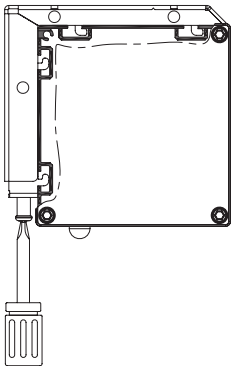

Abbildung 11
6. Um die Leinwand fest an den Halterungen zu arretieren, drehen Sie die Verschlusschrauben im Uhrzeigersinn. Dabei wandert die Leinwand langsam nach oben gegen die Halterung. Wenn dies auf beiden Seiten geschehen ist, ist die Leinwand gegen ein versehentliches Ausheben aus den Halterungen gesichert. Nur so ist die Montage zulässig! (Abb. 11 und 12)